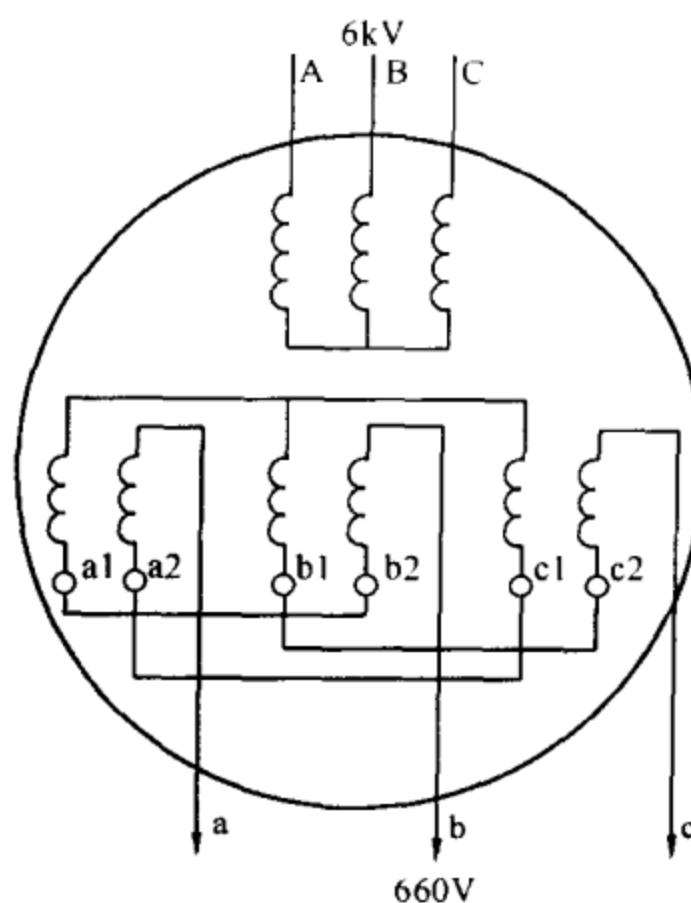

图 4-6 单台变压器曲折
(3) 单台变压器曲折 Z 形接法：有些变压器的二次侧是两根线并绕的，可以改制成单台变压器曲折接法，如图 4-6 所示。此接线方法一次侧电流较小，温升低于两台变压器曲折接法，但二次侧必须是两根并绕的。此外，还要注意处理好二次侧出线端的绝缘。
(4) 重绕变压器绕组：对一些绕组已损坏的变压器可重绕绕组。二次电压由 380V 提高至 660V，二次侧绕组匝数为原绕组的 $\sqrt{3}$ ，导线截面为原来的 $1/\sqrt{3}$ 。